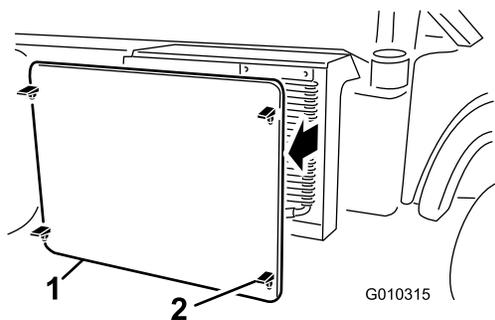

Рисунок 59
2. Расфиксируйте и снимите решетку радиатора с передней стороны радиатора (Рисунок 59).